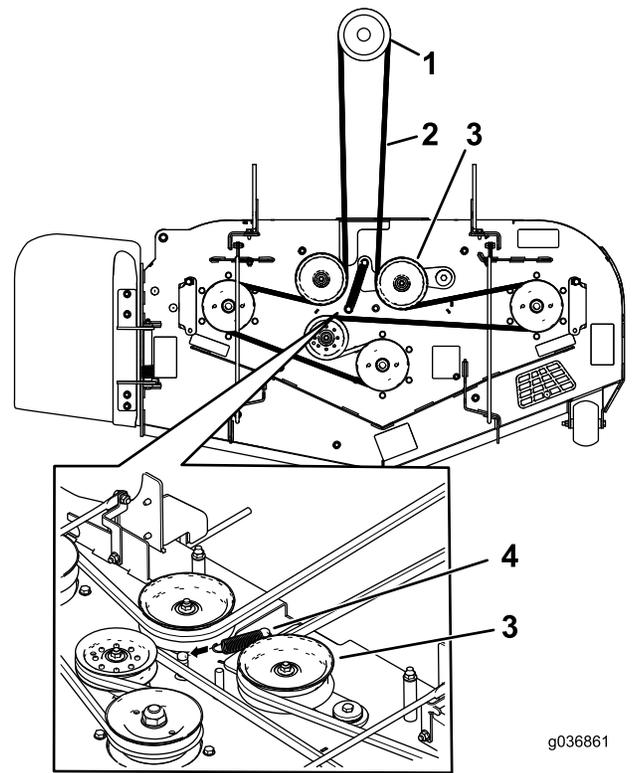
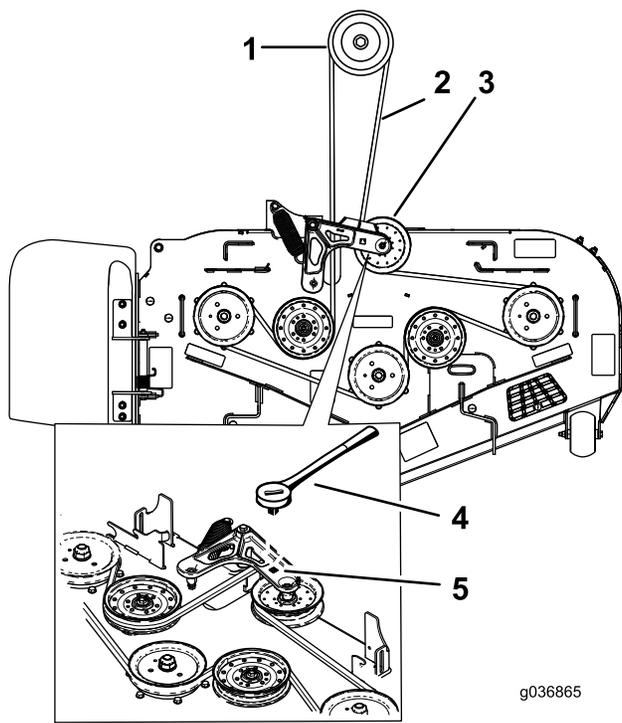

Figura 24
Figura 26
- En la máquina, elimine la tensión del muelle de la polea tensora; consulte la Figura 24 o la Figura 26.
Nota: En carcasas de corte Serie 2000, utilice una llave de carraca en el taladro cuadrado del brazo tensor para aliviar la tensión del muelle tensor (Figura 26).
9. Instale la correa de la carcasa de corte alrededor de la polea tensora tensada con muelle (Figura 24 o Figura 26).